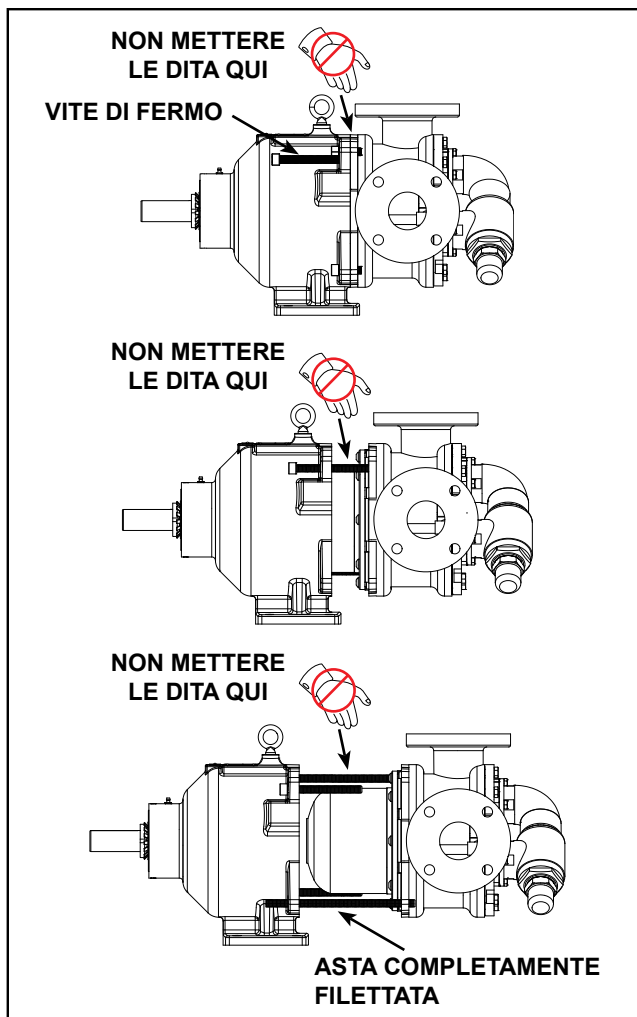

FIGURA 7
3. Prima di smontare, marcare la testa (40) e il corpo (31) per garantire il successivo montaggio corretto.
4. Togliere le viti di fermo della testa (43) per ispezionare il gruppo testa e perno (39 e 40) e il gruppo ingranaggio intermedio e boccola (37 e 38).
5. Togliere la testa dalla pompa. Se la carcassa non si è scolata alla fase 1, fare attenzione al liquido che uscirà tra la testa e la carcassa. Non permettere che l'ingranaggio intermedio cada dal suo perno. Per evitare che ciò si verifichi, inclinare all'indietro la parte superiore della testa durante la rimozione. Evitare di danneggiare l'insieme degli spessori (63) della testa perché sono tutti necessari a mantenere il gioco corretto di estremità.
7. Togliere le quattro brugole (28) che fissano la pompa alla staffa. Se possibile, sostenere la pompa con un dispositivo di sollevamento aereo.
8. Usare le viti di pressione (14) nella staffa per separare il magnete interno (57) da quello esterno (58), vedere la sequenza in **figura 7**. Per tenere i gruppi della pompa e della staffa correttamente allineati, e per ulteriore sicurezza, si consiglia di usare due tratti di asta completamente filettata (6-8 pollici, 15-20 cm) avvitati nelle posizioni delle viti di fermo diagonali sulla piastra di adattamento e di passarli attraverso i fori corrispondenti sulla staffa.
9. Ispezionare a vista i magneti esterni dall'estremità della staffa. Se si rende necessaria la rimozione, separare la staffa dal motore. Togliere dall'albero il controdado (1), la rondella di sicurezza (2) e il collare esterno del distanziatore del cuscinetto (4). Sfilare il gruppo del magnete esterno dalla staffa. Ispezionare il gruppo del magnete per controllare che non ci sia usura e sostituire se necessario. Se si rende necessario smontare ulteriormente la staffa, vedere **"Smontaggio / Montaggio dei cuscinetti della staffa"** a pagina 7.
10. Togliere le brugole (54) dalla scatola (59). Se la scatola non è stata scolata nella fase 1, essa conterrà del liquido. Fare attenzione nel rimuovere la scatola dalla pompa e toglierla tenendola dritta. Ispezionare le boccole della scatola (64) per controllare che non ci sia usura. Se la boccola della scatola deve essere sostituita, vedere **"Installazione delle boccole"** a pagina 8.
11. Non togliere l'O-ring dalla piastra di adattamento (67) / scatola a meno che non sia in condizioni cattive, specialmente se è un derivativo di PTFE incapsulato. Se si rende necessario un nuovo O-ring, vedere **"Montaggio pompa"** a pagina 8.